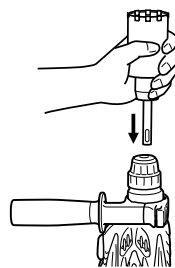
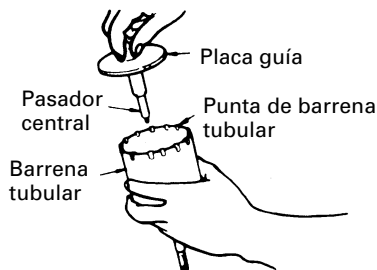

Fig. 19
Fig. 20
- (2) Montar la espiga de la barrena tubular en el martillo perforador. (Fig. 19)
- (3) Insertar el pasador central en la placa guía hasta que se pare.
- (4) Unir la placa guía con la barrena tubular y girar la placa guía hacia la izquierda o hacia la derecha de forma que no se caiga a pesar de estar indicando hacia abajo. (Fig. 20)